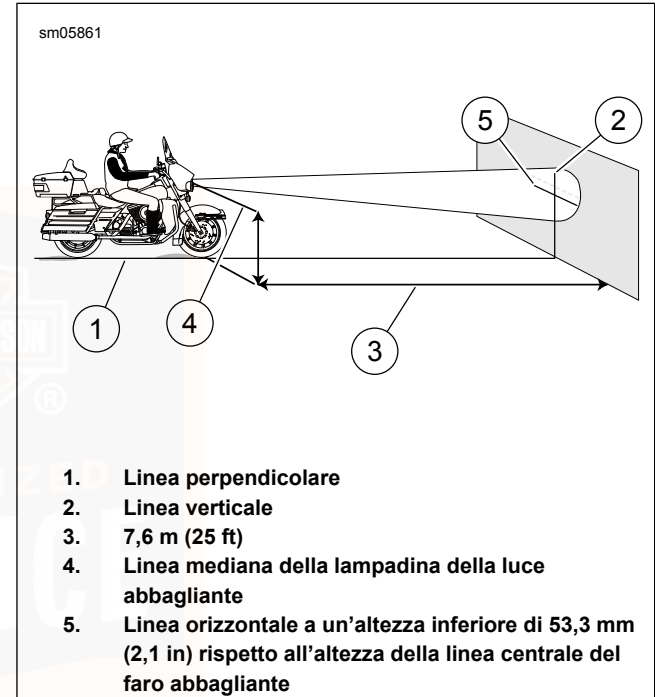

Figura 88. Allineamento del faro anteriore: Tipo alogeno al quarzo
4. Vedere Figura 88. Parcheggiare la motocicletta su una linea (1) perpendicolare alla parete.
6. Tracciare sulla parete una linea mediana verticale (2) allineata con la linea (1).
7. Con la motocicletta carica, puntare la ruota anteriore dritta in avanti verso la parete. Misurare la distanza (4) dal pavimento alla linea mediana della lampadina:
8. Tracciare una linea orizzontale (5) attraverso la linea verticale:
- a. **Lampada alogena al quarzo:** Vedere Figura 88. 53,3 mm (2.1 in) più in basso della distanza misurata.
- c. **LED, carenatura montata sul telaio:** Vedere Figura 88. 53,3 mm (2.1 in) più in basso della distanza misurata.
- Lampada alogena al quarzo:** Vedere Figura 88. Fascio di **luce abbagliante** centrato sul segno.